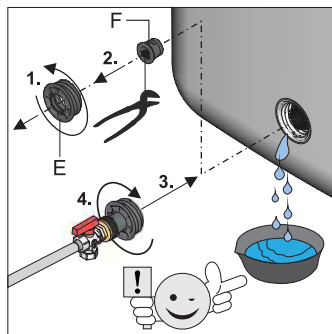

Fig. 6-5 Étapes de travail 4 + 5
- Dévisser la pièce fileté située au niveau du raccord de remplissage et de vidange (fig. 6-5, rep. E) ainsi que le bouchon de fermeture (fig. 6-5, rep. F) et revisser immédiatement la pièce de raccordement du tuyau préassemblée (fig. 6-5, rep. C) dans le raccord de remplissage et de vidange.